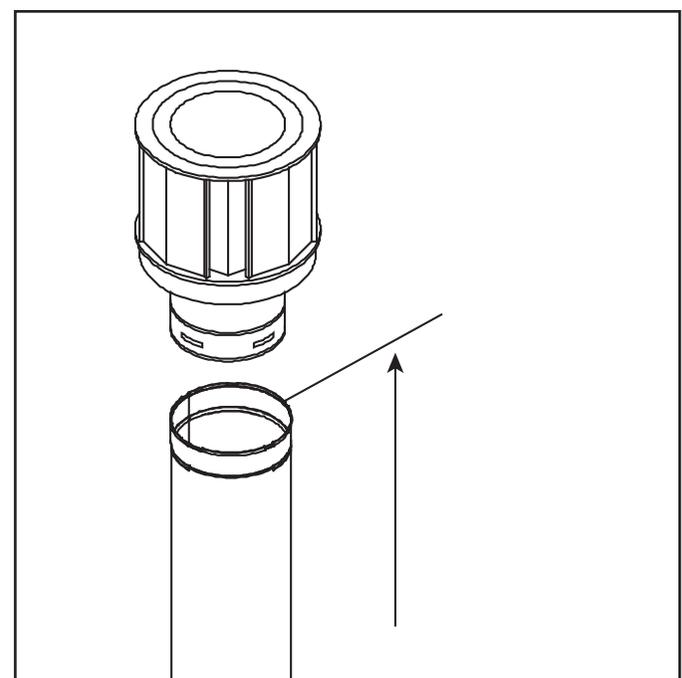

Figure 4.9. Mesure à l'extrémité supérieure de la dernière section du tuyau
- Les extrémités verticales doivent être mesurées à partir de l'extrémité supérieure de la dernière section du tuyau. Voir la figure 4.9.